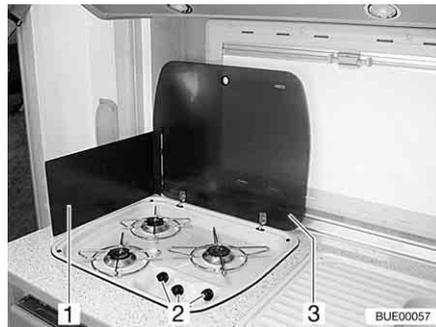

Fig. 179 Fornello a gas
- Aprire la copertura del fornello a gas (Fig. 179,3).
- A seconda del modello, alzare o posizionare il proteggifiamma (Fig. 179,1).
- Ruotare il pomello girevole (Fig. 179,2) dell'impianto a fiamma libera desiderato in posizione accesa (fiamma alta).